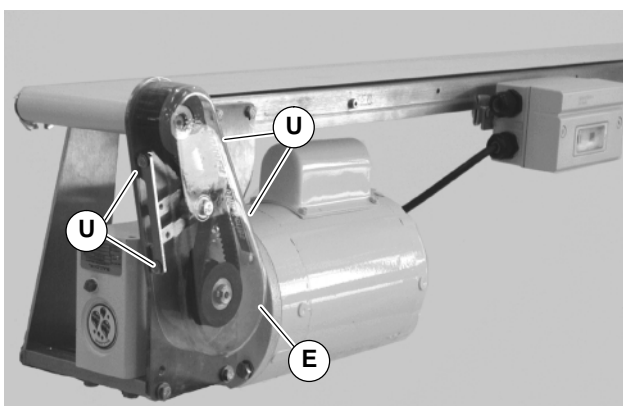

Abbildung 16
- Die vier (4) Schrauben (U von Abbildung 16) lösen, und die Abdeckung entfernen (E).
HINWEIS: Die Schrauben (siehe U Abbildung 16) nicht zu fest anziehen.
6. Die Abdeckung (E von Abb. 16) befestigen, und die vier (4) Schrauben (U) mit 4 Nm festziehen.